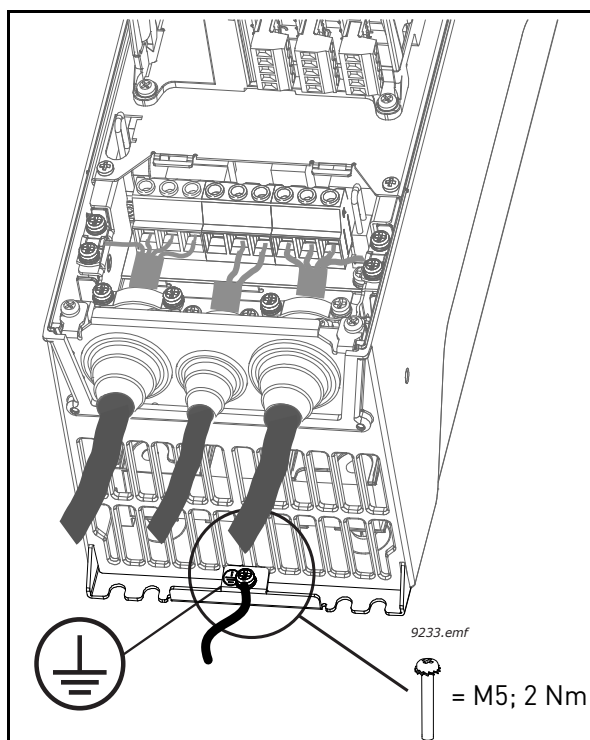

Figura 33. Conector de masa de protección adicional
**NOTA:** son necesarios dos conductores de protección conforme a la norma EN61800-5-1. Consulte la Figura 33 y el capítulo Conexión a masa y protección contra derivación a masa. Utilice un tornillo de tamaño M5 y apriételo a 2 Nm (17,7 lb-in.).